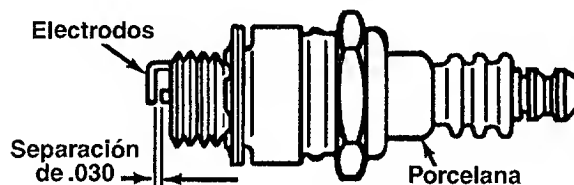

FIGURA 19
- Limpia la bujía y reajuste la separación .030" una vez por temporada por lo menos o cada 50 horas de operación. Se recomienda el reemplazo de la bujía al comienzo de cada temporada. Refiérase a la lista de piezas del motor para el tipo correcto de bujía. Vea la figura 19.